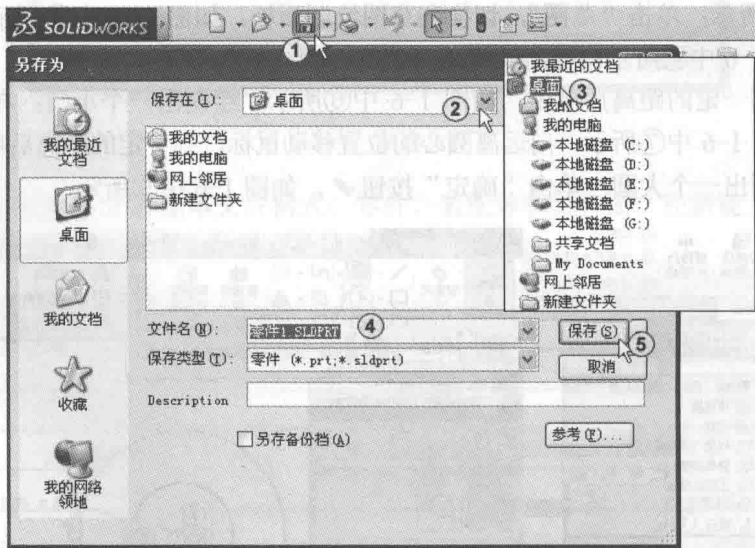

图 1-8 保存文件
对于已经编辑好的文件需要赋予适当的文件名进行保存。保存的方法：单击工具栏中的“保存”按钮，如图 1-8 中①所示，或者按组合键<Ctrl+S>。系统弹出“另存为”对话框，单击“保存在(I)”后的按钮，如图 1-8 中②所示，选择想要保存文件所在的地方，如图 1-8 中③所示，在“文件名(N)”文本框中输入想要保存文件的名称，如图 1-8 中④所示。然后单击“保存”按钮，如图 1-8 中⑤所示，完成对文件的保存。